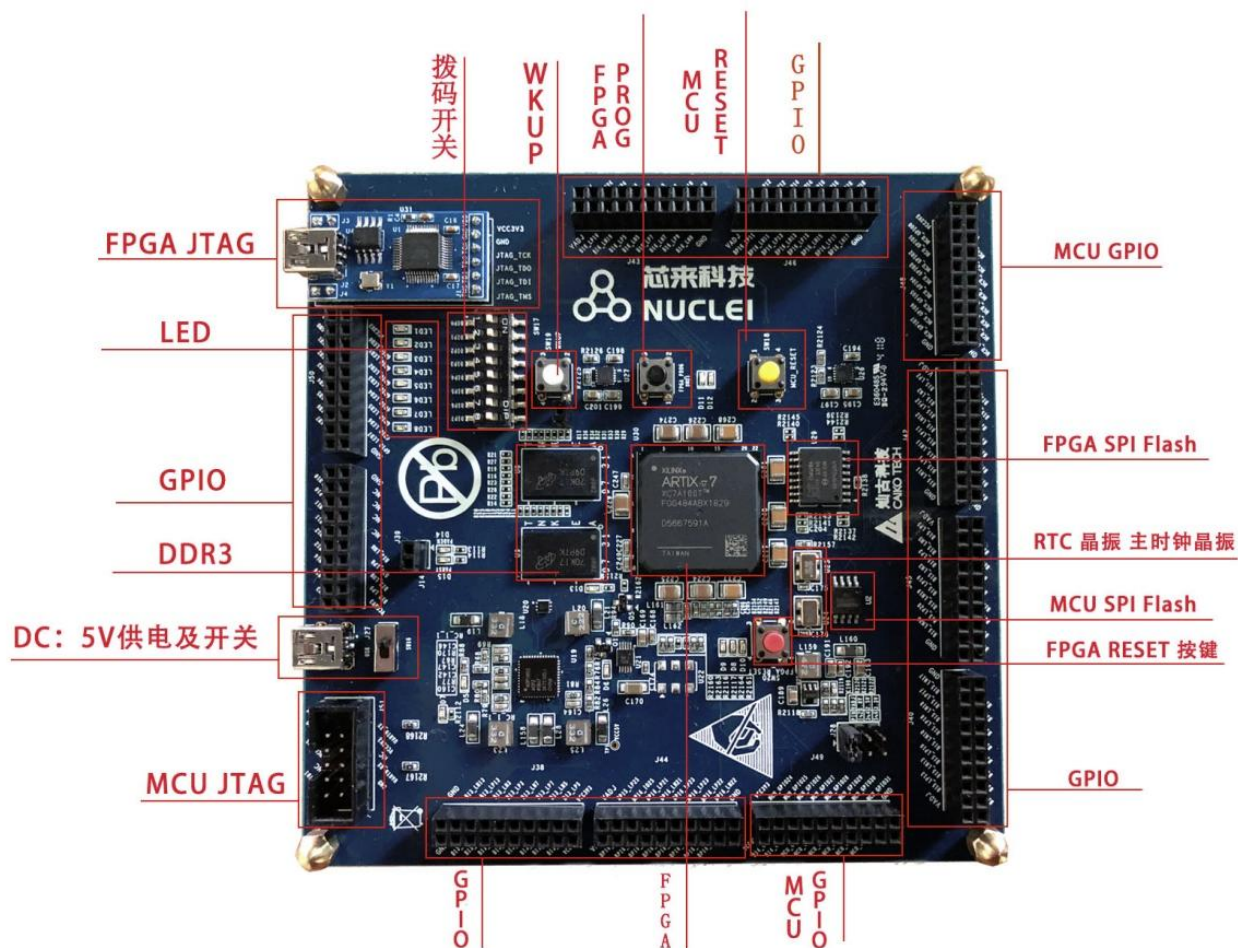

图 2-1 蜂鸟 FPGA 开发板总体图
蜂鸟 E203 专用 FPGA 开发板是一款入门级 Xilinx FPGA 开发板，如图 2-1 所示。该 FPGA 开发板的硬件特性如下：
- 配备单独直流 5V 供电，并设有电源开关，如图 2-1 中的“DC: 5V 供电及开关”标注。
- 配备板载的 Xilinx Platform Cable USB JTAG 下载器，用于对 FPGA 进行比特流的烧写，如图 2-1 中的“FPGA JTAG”标注。
- 除了上电自动对 FPGA 重新进行烧录外，用户还可以通过强行按 FPGA 开发板上的“FPGA_PROG”按键触发硬件电路使用此 Flash 中的内容对 FPGA 重新进行烧录。FPGA 开发板上的“FPGA_PROG”按键位置请参见图 2-1 中标注所示。